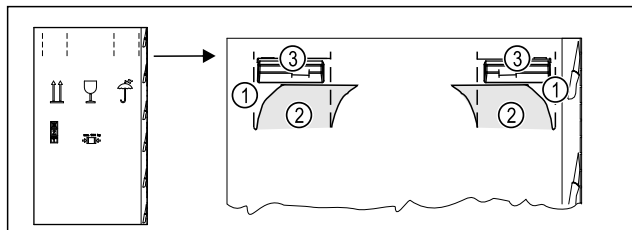

Fig. 3
- ▶ Embalažno škatlo pritisnite zgoraj na perforaciji Fig. 3 (1).
- ▶ Izvlecite not potisnjene zanke Fig. 3 (2).
- ▶ Nosilni ročaj Fig. 3 (3) desno in levo je viden.
- ▶ Napravo držite za nosilne ročaje Fig. 3 (3).